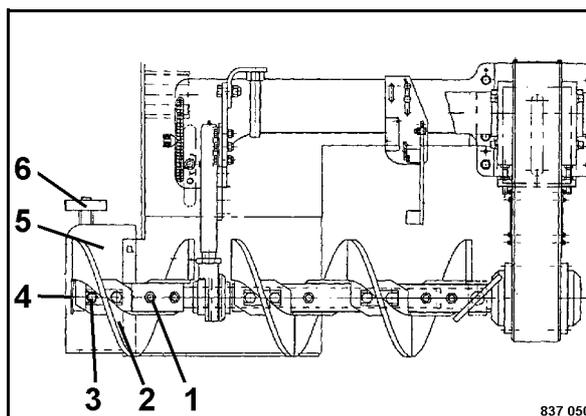

Fig. 109
- Svitare la vite di arresto 1 (Fig. 109) e rimuovere il cappuccio di chiusura (4).
- Inserire la prolunga (2) e bloccarla con la vite di fissaggio (1).
- Applicare il cappuccio di chiusura (4) e bloccarlo con la vite di arresto (3).
- Montare l'elemento del tunnel (5),
- montare la protezione del tunnel (6).
4.13 Comando del ferro da stiro (HD)